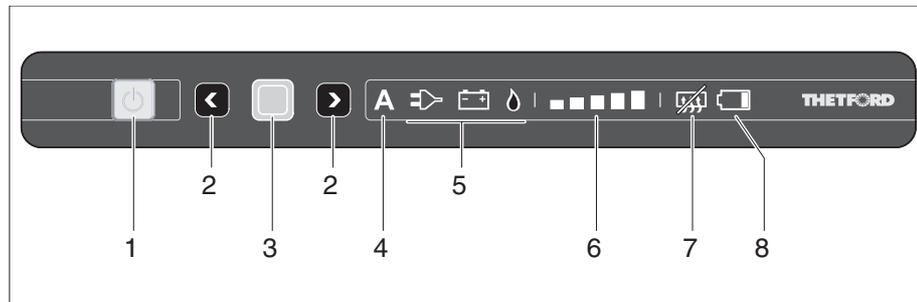

Fig. 337 Elementi di comando e di segnalazione per il frigorifero (Thetford senza SES)
- Premere il tasto (Fig. 337,1).
- Premere il tasto (Fig. 337,1) e tenerlo premuto. Tutte le lampade si spengono.
Se è selezionato il funzionamento automatico, nel quadro comandi sono accesi l'indicatore del funzionamento automatico (Fig. 337,4) e la miglior fonte disponibile (Fig. 337,5).
- Premere il tasto di conferma (Fig. 337,3) e mantenerlo premuto. I simboli delle modalità di funzionamento (Fig. 337,5) iniziano a lampeggiare.
- Con i tasti di selezione (Fig. 337,2) selezionare il funzionamento a gas ed applicare la selezione con il tasto di conferma (Fig. 337,3).
- Con i tasti di selezione (Fig. 337,2) selezionare il funzionamento a 230 V ed applicare la selezione con il tasto di conferma (Fig. 337,3).
- Con i tasti di selezione (Fig. 337,2) selezionare il funzionamento a 12 V ed applicare la selezione con il tasto di conferma (Fig. 337,3).
- Premere di nuovo il tasto di conferma (Fig. 337,3). L'indicatore dello stadio di raffreddamento (Fig. 337,6) inizia a lampeggiare.
- Con i tasti di selezione (Fig. 337,2) selezionare lo stadio di raffreddamento desiderato ed applicare la selezione con il tasto di conferma (Fig. 337,3).